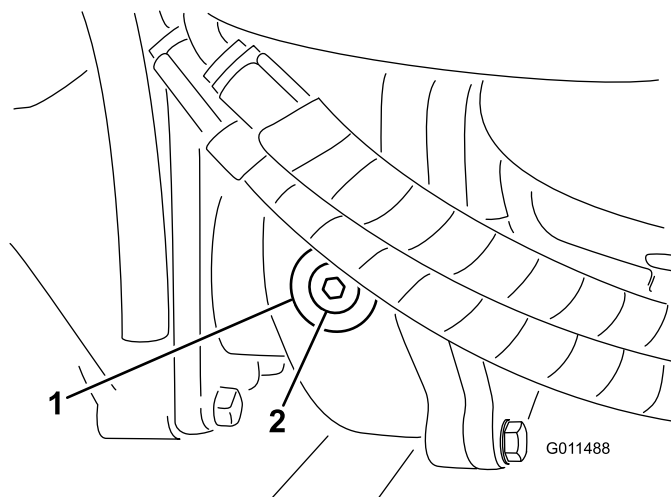

Figura 19
2. Retire el tapón de verificación/llenado del lado izquierdo de la caja de engranajes y asegúrese de que el lubricante llega al borde inferior del orificio (Figura 19).